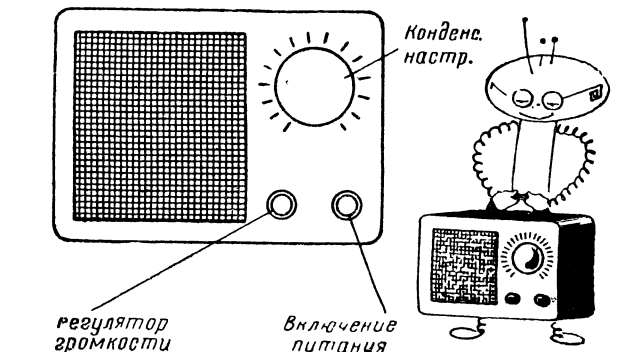

Рис. 8. Конструкция приемника
**Конструкция.** Качество звучания и громкость приемника во многом зависят от объема ящика. В большом ящике лучше воспроизводятся нижние частоты, и звучание приемника приобретает приятный тембр. Лучше всего собрать приемник в корпусе от трансляционного динамика или другом таких же размеров. Корпус может быть из пластмассы, дерева или фанеры толщиной 6-8 мм. На рис. 8 показан один из вариантов конструкции. На переднюю панель выведены ручки конденсатора настройки, регулятора громкости и выключателя питания. Клемма антенны расположена сзади.